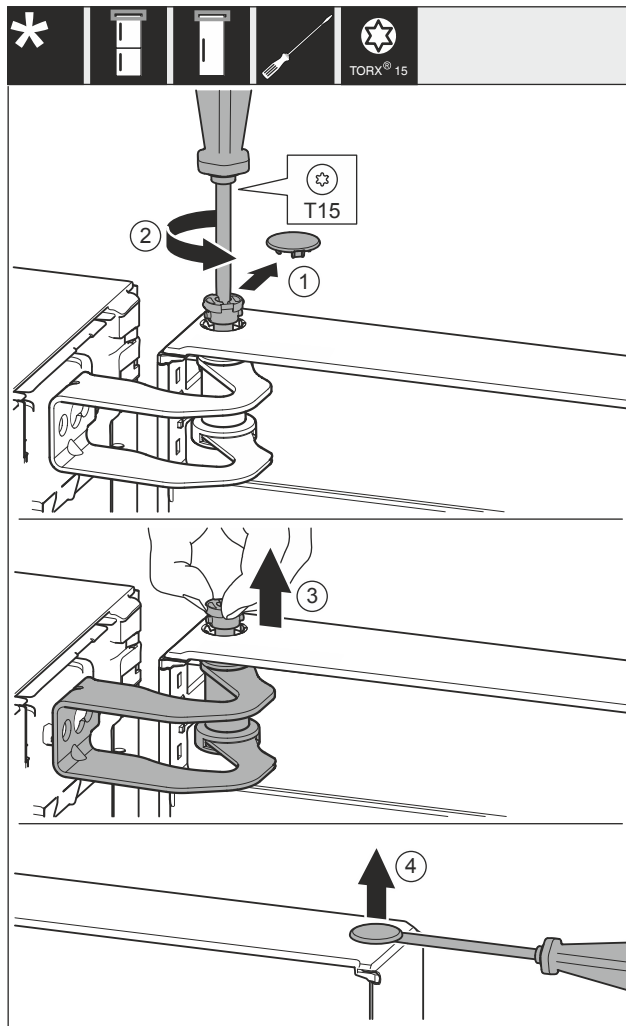

Fig. 10
- Retirer le couvercle Fig. 10 (1) avec prudence.
- Dévisser légèrement l'axe Fig. 10 (2) avec un tournevis.
- Retirer l'axe Fig. 10 (3) avec les doigts.
- Soulever et retirer le couvercle Fig. 10 (4) au moyen d'un tournevis, avec prudence.